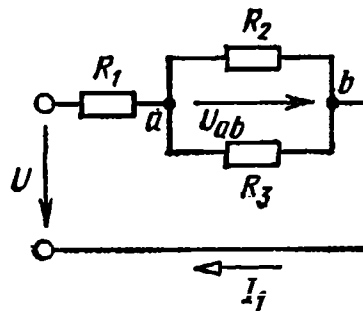

Рис. 1.38. Схема к заданию 4
**Задание 4.** Электрическая цепь (рис. 1.38) имеет сопротивления  $R_1 = 18 \text{ Ом}$ ,  $R_2 = 30 \text{ Ом}$ ,  $R_3 = 20 \text{ Ом}$ . Определить токи ветвей, если напряжение  $U = 120 \text{ В}$ .